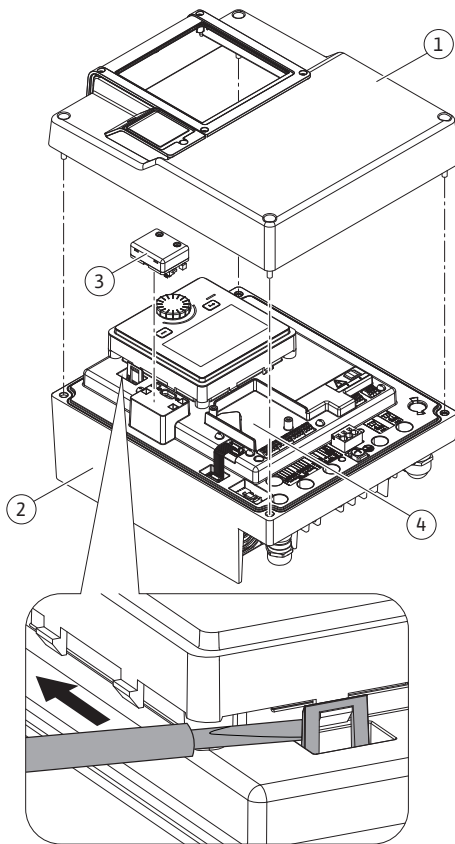
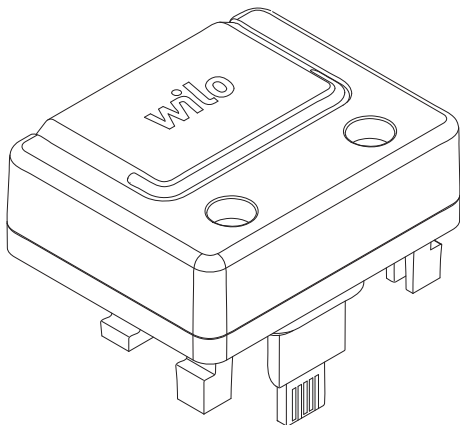

Fig. 25: Електронний модуль
Fig. 26: Модуль Wilo-Smart Connect BT
1. Обережно відкрити фіксатори (Fig. 25) інструментом (наприклад, викруткою).
Інтерфейс Bluetooth модуля Wilo-Smart Connect BT (Fig. 25, поз. 3 і Fig. 26) призначено для підключення до мобільних пристроїв, як-от смартфон і планшет. Функція Wilo-Smart Connect розміщена в додатку Wilo-Assistant. За допомогою функції додатка Wilo-Smart Connect можна керувати насосом, налаштовувати його та зчитувати дані з нього. Налаштування див. в главі «Уведення в експлуатацію» [► 167].
1. Викрутити чотири гвинти верхньої частини електронного модуля (Fig. 25, поз. 1; Fig. 1, поз. 2).
3. Уставити модуль Wilo-Smart Connect BT у відповідний інтерфейсний пристрій Wilo-Connectivity Interface. Див. Fig. 25, поз. 3.
Модулі CIF (додаткове приладдя) призначено для обміну даними між насосами та BMS. Модулі CIF встановлюються в електронний модуль (Fig. 25, поз. 4).